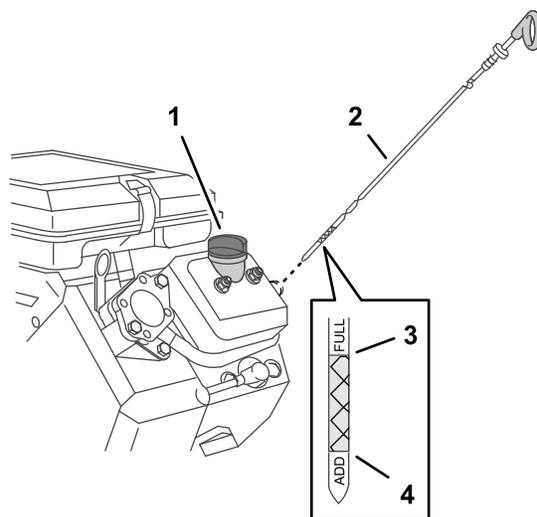

Figura 76
3. Introduzca la varilla en el cuello de llenado y apriete la varilla (Figura 76).
4. Retire la varilla del cuello de llenado y observe el nivel de aceite en la varilla (Figura 76).
**Nota:** El nivel del aceite del motor debe cubrir la zona sombreada de la varilla (Figura 76).
5. Si el nivel de aceite es bajo, añada aceite del tipo especificado al motor hasta que el nivel del aceite quede entre las zonas sombreadas de la varilla (Figura 76).
6. Introduzca la varilla en el cuello de llenado y apriete la varilla a mano (Figura 76).